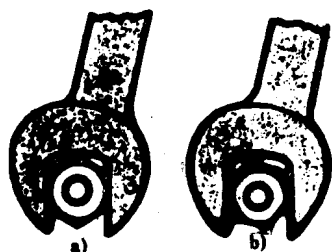
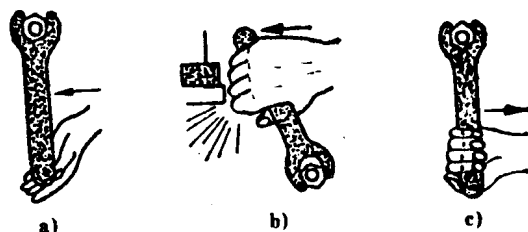

图 1-18 扳手开口尺寸的选用
图 1-19 扳手的运用
(1) 必须选用开口尺寸与螺栓头部尺寸相吻合的扳手,如图 1-18 所示。
(2) 拧转螺栓或螺母时受力较大的部位应靠近扳手口较厚的一边;以免损坏扳手和滑脱。
(3) 使用扳手时,最好的效果是拉动,若必须推动时,也只能用手掌推,并且手指要伸开,以免螺母或螺栓突然松动碰伤手指,如图 1-19 所示。